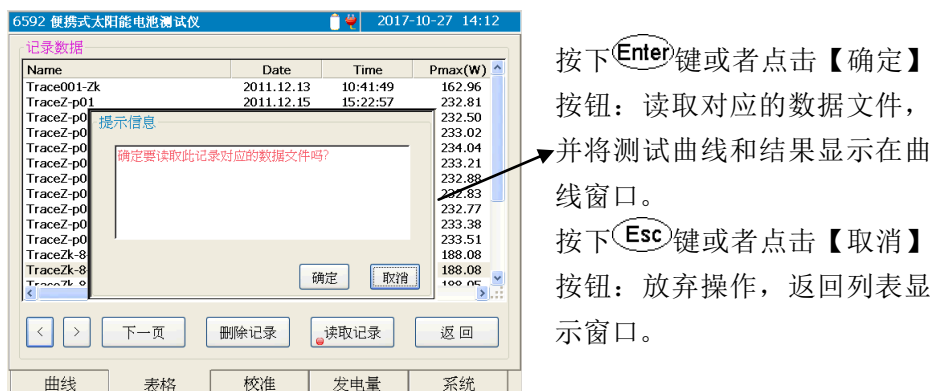

图 5-12 读取记录文件示意图
- : 读取当前光标条选中的记录对应的数据文件。如果记录对应的数据文件存在, 则将给出提示, 请用户确定是否读取, 如下图 5-12 所示。